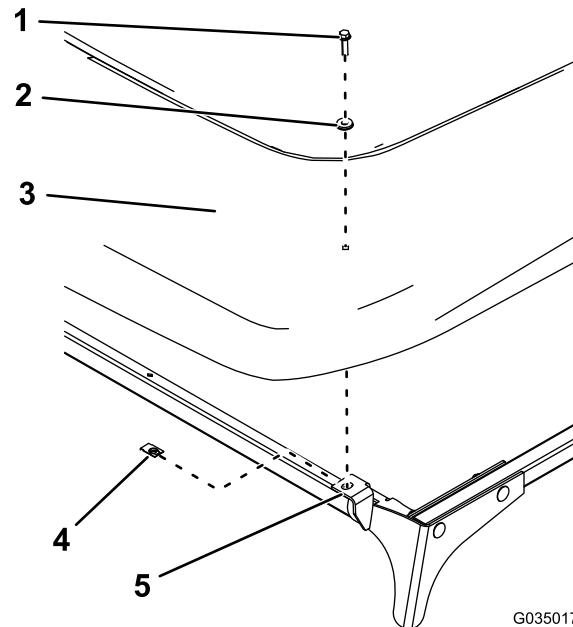

Рисунок 12
12. Установите солнцезащитный навес на передние пластины, используя два зажима, две уплотнительные гайки и два болта с шестигранными фланцевыми головками (1/4 x 1 дюйм), как показано на Рисунок 12.